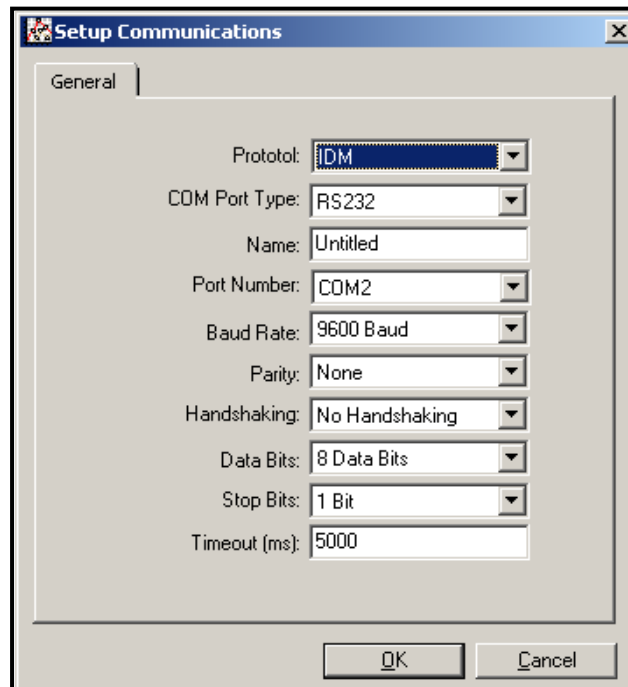

Figure 29: Écran de configuration des communications
5. Cliquez sur l'option Port de communication pour la sélectionner. L'écran de configuration des communications ressemble à Figure 29.